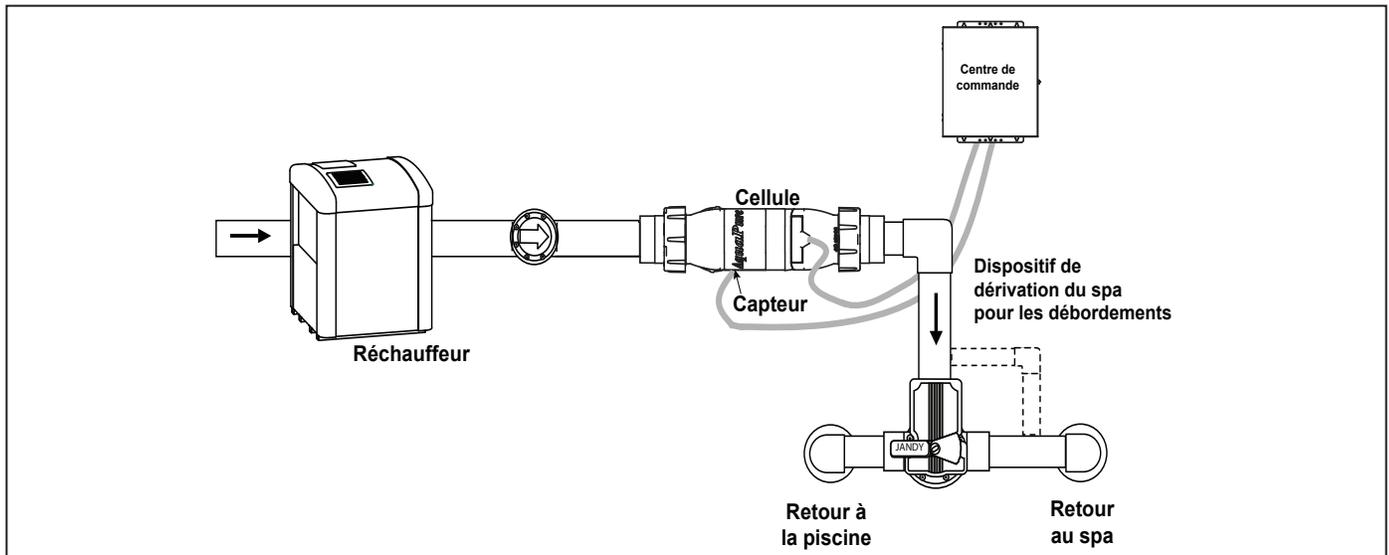

Figure 4. Configuration recommandée des conduites pour les systèmes mixtes piscines et spa.
Le capteur de débit/salinité doit être installé tel qu'illustré à la section 3.2 Figure 4.
L'installation optimale consiste à souder les capteurs et la cellule dans la conduite de retour à la piscine, en aval des équipements de la piscine (filtre, chauffe-eau, dispositifs solaires, etc.). Le capteur est conçu pour être soudé dans la cellule à 3 ports. La figure 4 représente la configuration recommandée pour les conduites en vue d'obtenir un fonctionnement sécuritaire.
4. Trouver un segment de conduite approprié d'environ 432 mm de long ou suivre les schémas de tuyauterie recommandée tels qu'illustrés dans les Figures 4 et 5. Le câble du capteur de débit/température/salinité et le fil d'alimentation en courant continu de la cellule **doivent** être assez longs pour arriver du centre de contrôle à ce segment de conduite.